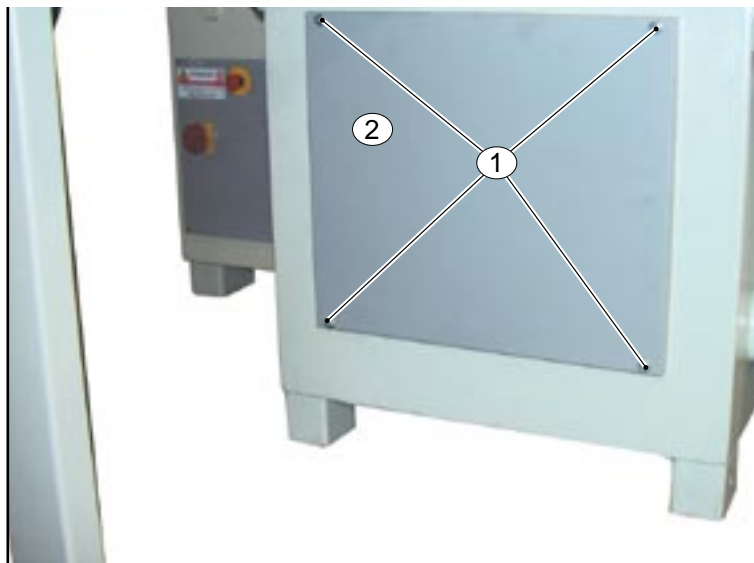

Fig. 5.8.1
5.8.1 MONTAGGIO CARTER POSTERIORE PER PARTNER FIG. 5.8.1